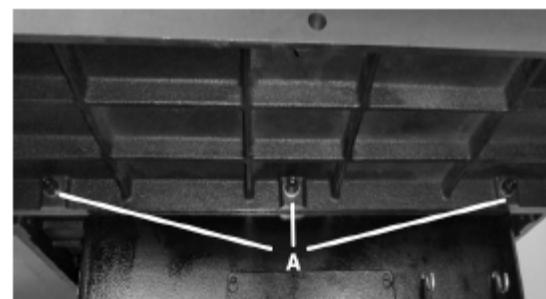

Рис. 5
1. Совместить три отверстия в одной удлиниительной консоли с тремя отверстиями в боковой части стола. Установленная консоль показана на рис. 5.